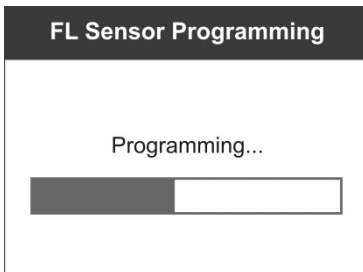
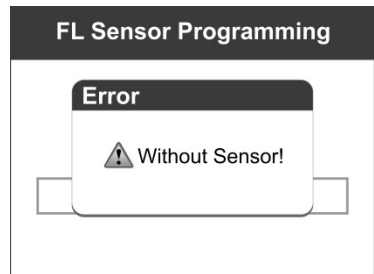

Abbildung 5.10
Abbildung 5.11
- 10) Drücken Sie die Y-Taste, um die neu erstellte Sensor-ID in den MX-Sensor zu schreiben und der Bildschirm wird wie folgt angezeigt (Abbildung 5.10), oder drücken Sie die N-Taste, um ohne zu speichern zu beenden. Wenn eine Fehlermeldung (s. Abbildung 5.11) angezeigt wird, probieren Sie es mit einem anderen MX-Sensortyp, weil der eingesetzte MX-Sensor falsch sein kann.